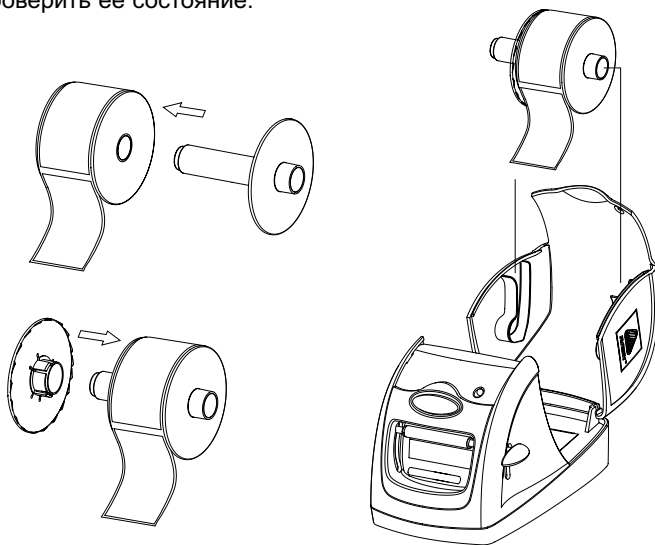

Рисунок 2
- iii. Извлечь рулон с этикетками из упаковки черного цвета и вставить в катушку, как показано на рис. 2. Вставить катушку в принтер так, чтобы подача этикеток осуществлялась с верхней части катушки к передней части принтера. Не следует вдвигать катушку с силой, так как это может привести к повреждению. При заедании катушки проверить ее состояние.